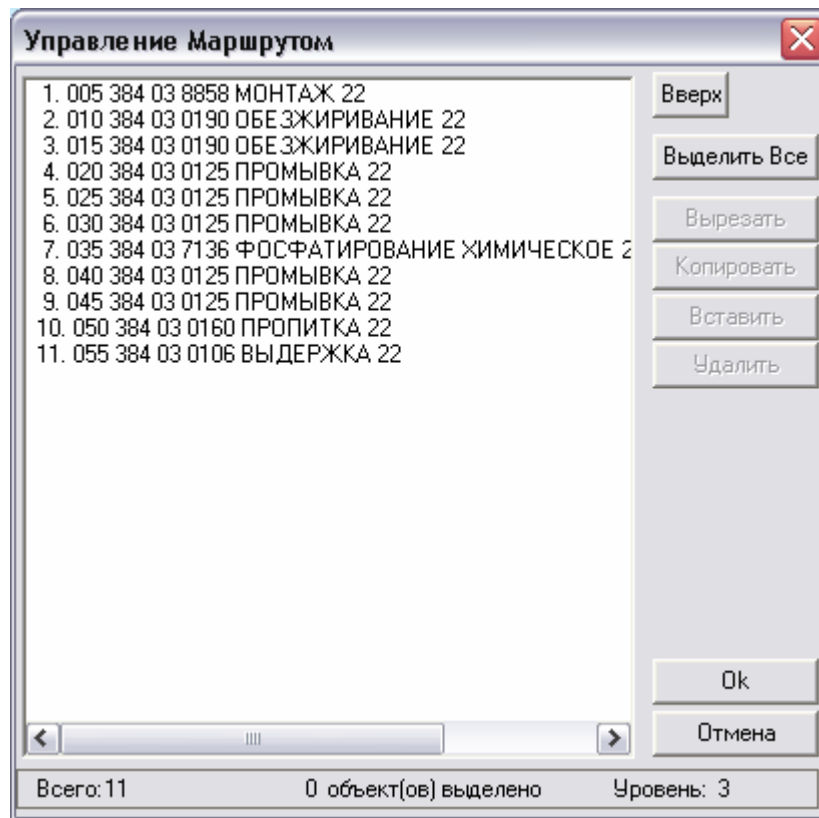

Рис. 37. Окно «Управление Маршрутом».
Окно **Управление маршрутом** (см. Рис. 37) отображает на экране последовательность объектов, расположенных на текущем уровне и принадлежащих вышестоящему и предназначено для модификации дерева ведомости деталей (копирование, перемещение, удаление объектов). Открыть окно можно с помощью команды **Управление маршрутом** контекстного меню
- Нажать кнопку Вверх в окне Управление маршрутом (см. Рис. 37).